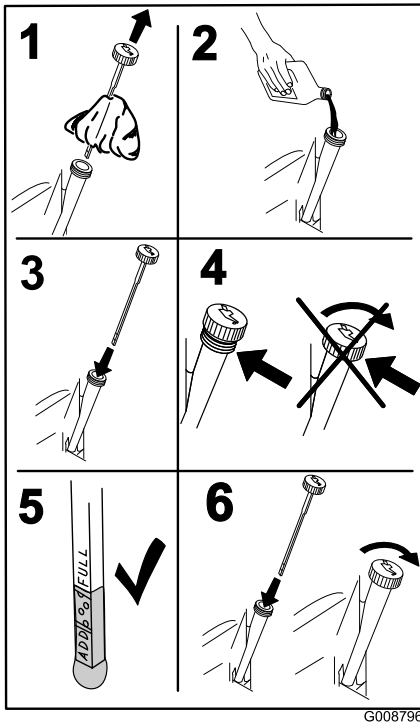

Figura 33
5. Vierta lentamente un 80% aproximadamente del aceite especificado por el tubo de llenado, luego añada lentamente el resto del aceite hasta que llegue a la marca **Full** (Figura 33).